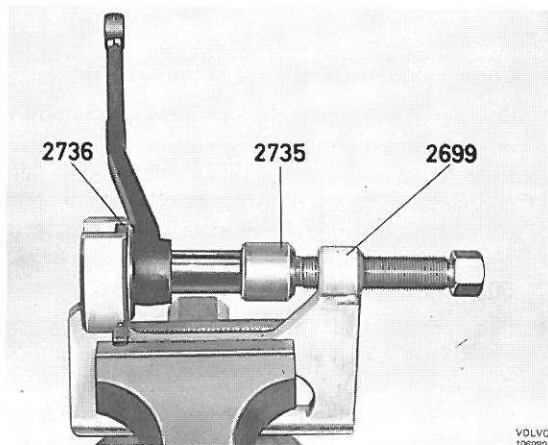

Figure 86. Montage de la bague caoutchouc, bras intermédiaire
5. Retourner le bras intermédiaire et monter la nouvelle bague en se servant des outils 2699 et 2736, ainsi que du mandrin 2735, figure 86.
6. Reposer le bras intermédiaire en place, remonter la rondelle (7) et l'écrou.